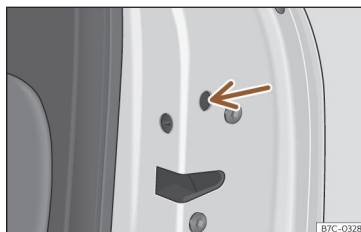

Fig. 52 Trancagem de emergência da porta.
- Coloque a chave na ranhura >>> **Fig. 52** (seta) e rode-a para a direita (porta do lado direito) ou para a esquerda (porta do lado esquerdo) até ao máximo.